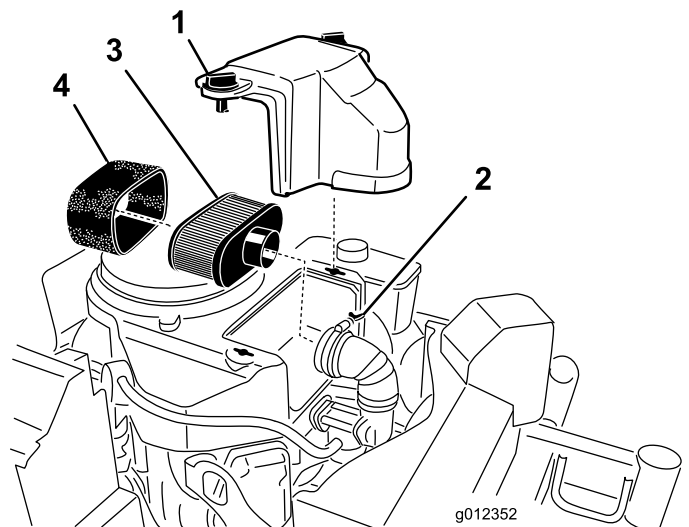

Figure 29
3. Nettoyez la surface autour du filtre à air pour éviter que des impuretés n'endommagent le moteur en tombant à l'intérieur (Figure 29).
- Dévissez les boutons du couvercle et déposez le couvercle du filtre à air (Figure 29).
- Dévissez le collier et déposez l'ensemble filtre à air (Figure 29).
- Sortez délicatement l'élément en mousse de l'élément en papier (Figure 29).
- Ne nettoyez pas l'élément en papier; remplacez-le (Figure 29).
- Glissez délicatement l'élément en mousse sur l'élément en papier (Figure 29).
- Posez l'ensemble filtre à air sur sa base et fixez-le en place avec les 2 écrous à oreilles (Figure 29).
- Mettez le couvercle du filtre en place et serrez le bouton (Figure 29).